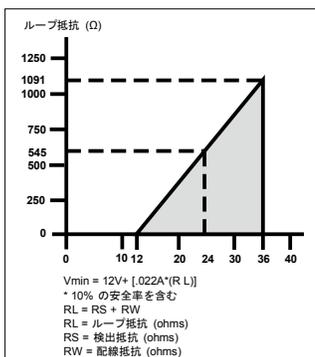

図 5 負荷限度
4 ~ 20 mA の出力に必要な電圧は回路のループ抵抗によって決まります。任意のループ抵抗 (RL) に必要な最小電源電圧 (Vmin) が記載されている図 5 を参照してください。